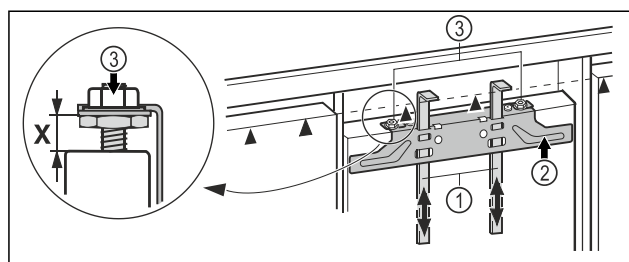

Fig. 19
- ▶ Skjut upp monteringshjälpmedlen *Fig. 19 (1)* till samma höjd som möbeldörren. Monteringshjälpmedlens undre anslagskant ▲ = Den monterade möbeldörrens överkant.
- ▶ Skruva av monteringsstraversen *Fig. 19 (2)* med soppmutterarna *Fig. 19 (3)*.